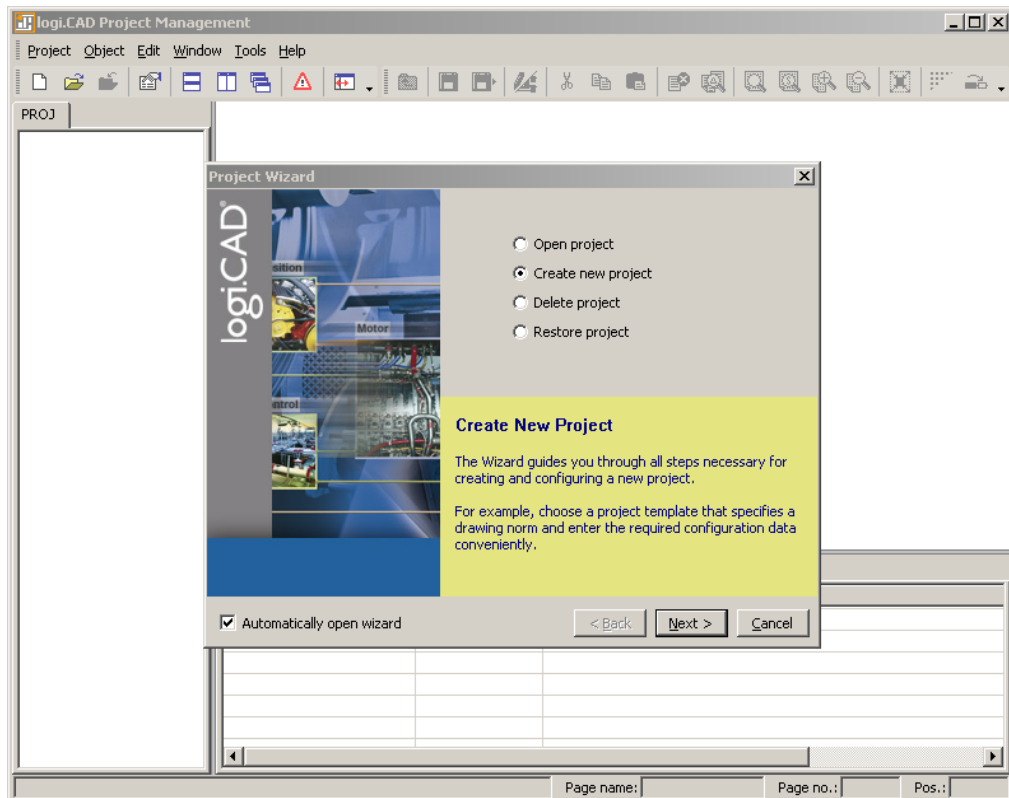

Abbildung 69: logiCAD Projekt-Wizard
2. Der Projekt-Wizard startet automatisch wie in Abbildung 69 gezeigt.